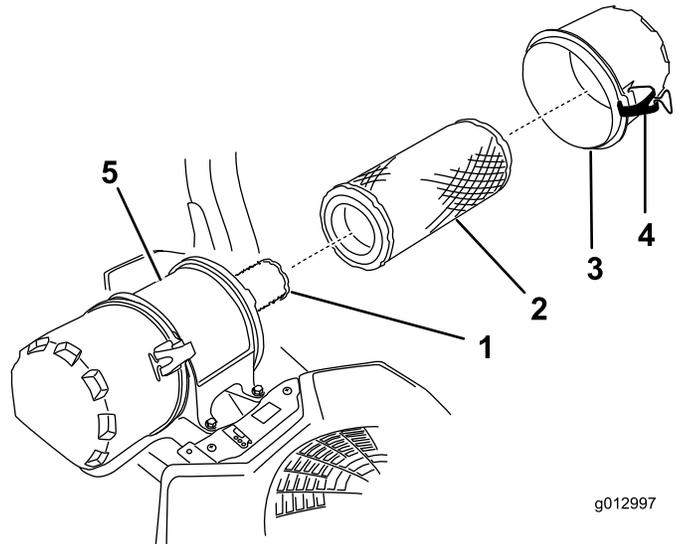

Figura 42
6. Abra los cierres del limpiador de aire y tire de la tapa de la entrada de aire para separarla del cuerpo del limpiador de aire (Figura 42).
8. Extraiga con cuidado el filtro primario de la carcasa del limpiador de aire (Figura 42).
2. Si va a cambiar el filtro interno, deslícelo cuidadosamente en el cuerpo del filtro (Figura 42).
3. Deslice cuidadosamente el filtro primario por encima del filtro interno (Figura 42).
4. Instale la tapa del limpiador de aire y fije los cierres (Figura 42).